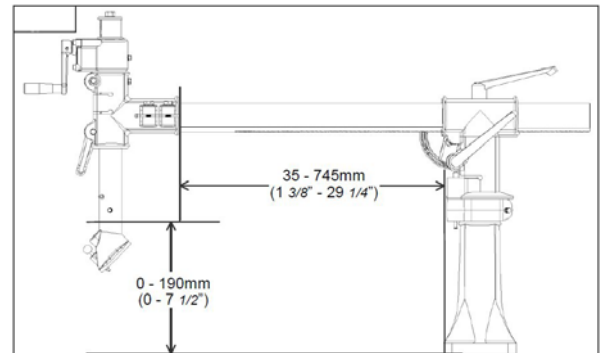

Abb. 1: Stativ
Schritt 1: Höhen- und Seitenverstellung des Stativs (Siehe Abb. 1)